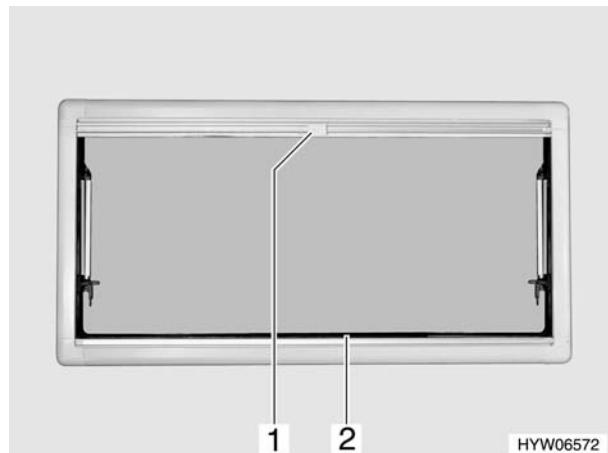

Fig. 55 Finestra apribile (variante 2)
- Afferrare la tendina oscurante pieghevole (Fig. 55,2) per la parte centrale della barra di presa, tirarla dal basso verso l'alto e rilasciarla nella posizione desiderata. La tendina oscurante pieghevole rimane in questa posizione.
- Tirare la zanzariera a rullo (Fig. 55,1) per la maniglia verso il basso fino a quando non si trova in contatto con la tendina oscurante pieghevole (Fig. 55,2).
- Premere la maniglia della zanzariera a rullo (Fig. 55,1).